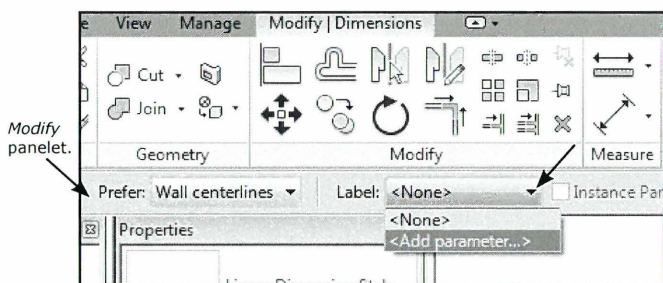

Fig. 06.05. Marker målkæden og vælg Add Parameter.
- Marker målkæden og gå til *Modify* panelet, hvor du ud for *Label* kan vælge *Add Parameter* (Fig. 06.05).